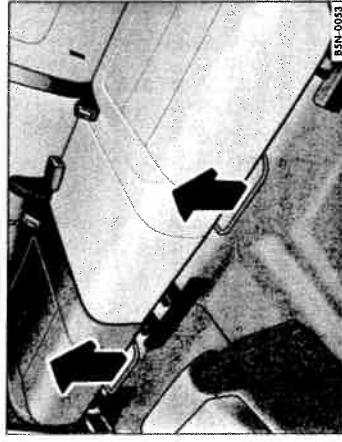

Fig. 69 Reglarea banchetei din spate în profunzime.
- Trageți maneta din dreapta sau din stânga ⇒ fig. 69 în sus și deplasați bancheta în față sau în spate.